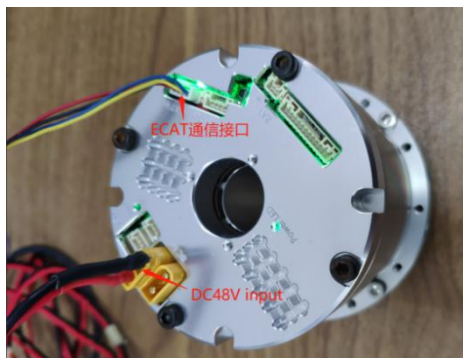

图 7-3 EtherCAT 接线
Step1: 如图 7-3，安装有主站软件（TwinCAT3）的电脑或者其他具备 EtherCAT 通信的主站控制器，通过网线连接 eRob 的 ECAT 通信接口，然后给 eRob 提供正确电源。